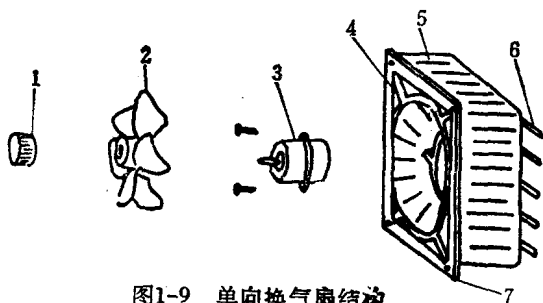

图1-9 单向换气扇结构
① 百页窗式换气扇，主要由扇叶片、风罩、框架、面板、百页窗等部件组成，如图1-9。